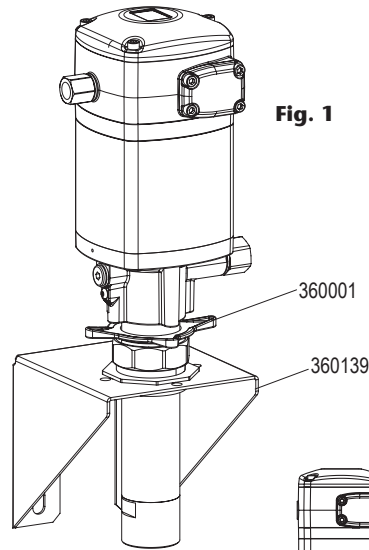

Fig. 1
- a.** Montaje mural con adaptador deslizante. Inserte la bomba por el soporte 360139 y fíjela con el adaptador 360001 (fig. 1).